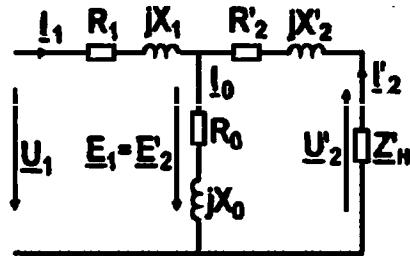

Рис. 1.16. Схема замещения одной фазы трансформатора
5. Схема замещения однофазного (одной фазы трехфазного) двухобмоточного трансформатора приведена на рис. 1.16.
1.8. Вывести формулу эквивалентного сопротивления пассивного двухполюсника по схеме рис. 1.16 исходя из значений сопротивлений  $R_1$ ,  $R_2$ ,  $R_3$ ,  $R_4$ . Рассчитать эквивалентное сопротивление с учетом измеренных величин сопротивлений по пункту 1.3.
1.12. Снять вольт-амперную характеристику пассивного двухполюсника (рис. 1.16):